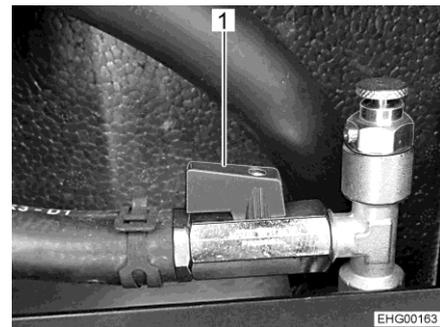

Bild 187 Kugelhahn (geöffnet)
*Kugelhahn öffnen:* ■ Den Hebel (Bild 187,1) parallel zur Rohrleitung stellen.